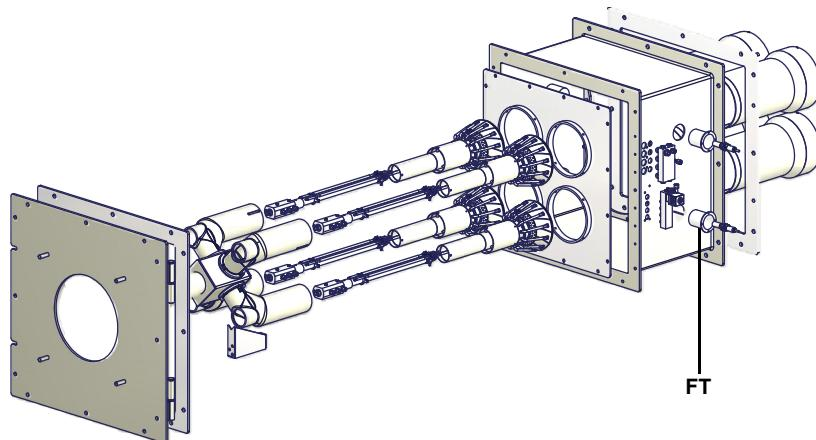

Рис. 28
- Почистить и проверить патрон дизельного фильтра, в случае необходимости заменить его (см. Рис. 28);
- Демонтируйте, проверьте и очистите головку горелки (см. Рис. 28).